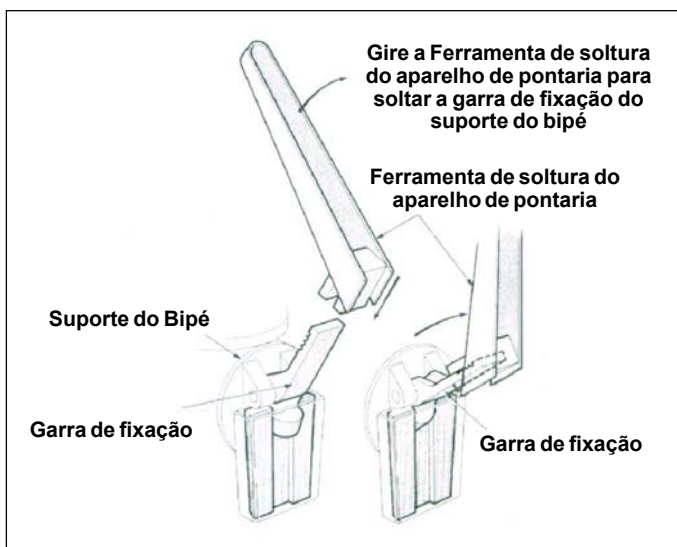

Fig 2-12. Ferramenta de soltura do aparelho de pontaria
(2) O suporte com garra de fixação existente do lado direito do aparelho de pontaria é colocado no suporte do bipé. Deve-se empurrar o aparelho de pontaria para baixo para encaixá-lo e travá-lo. Para removê-lo deve-se pressionar a alavanca de fixação para baixo e levantá-lo. Não deve ser usado força em demasia. Caso houver dificuldade em removê-lo, deve-se usar a ferramenta adequada. (Fig 2-12)